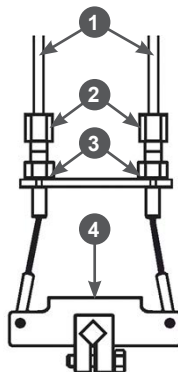

Рис. 29 Тросы механизма переключения передач
1. Ослабьте затяжку контргайк 3 регулировочных винтов тросов 2 (Рис. 29).